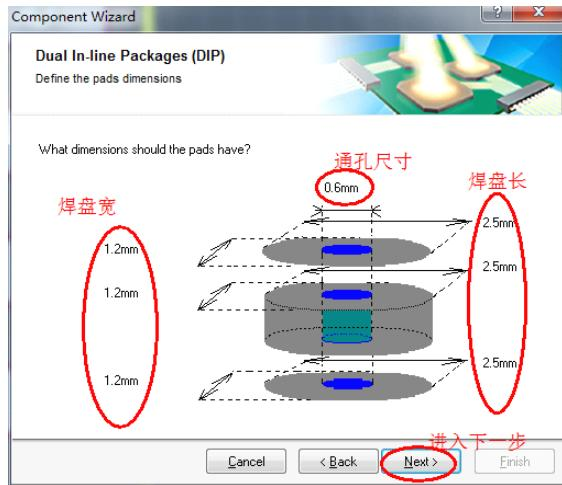

图 6-4.14 设置焊盘大小
Step3：单击“下一步”按钮，设置焊盘尺寸，如图 6-4.14 所示；